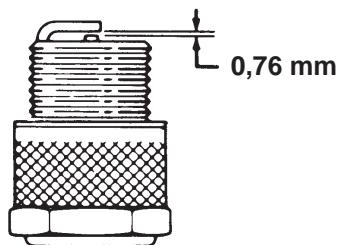

Figure 46
4. Réglez l'écartement entre les électrodes centrale et latérale à 0,76 mm (Fig. 46). Mettez en place la bougie ainsi réglée avec son joint d'étanchéité et serrez-la à 23 Nm. A défaut de clé dynamométrique, serrez fermement la bougie.